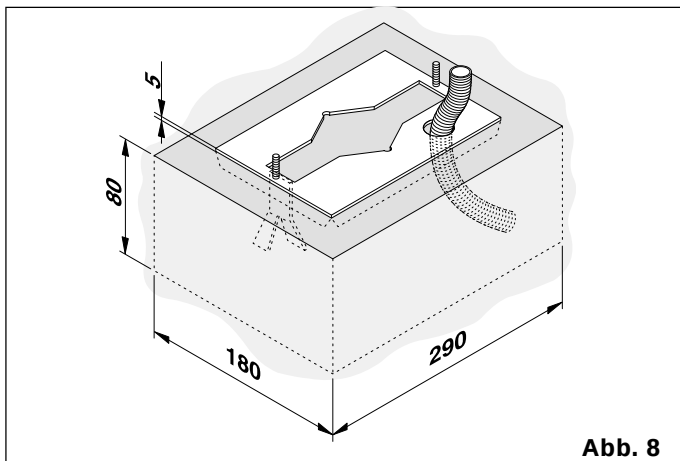

Abb. 8
- 3) Gründungspfahl gem. Abb. 8 herstellen und beim Einmauern der Fundamentplatte ein bzw. mehrere Schutzrohre zum Verlegen der elektrischen Kabel einziehen. Mit einer Wasserwaage die Ebenheit der Fundamentplatte überprüfen. Solange warten, bis der Zement abgebunden hat.